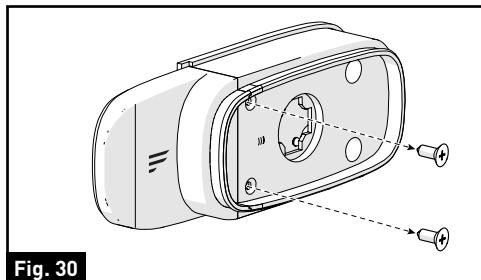

Fig. 30
3. Retire los dos tornillos que sujetan la parte decorativa con un destornillador Phillips y déjelos a un lado. (Fig. 30)